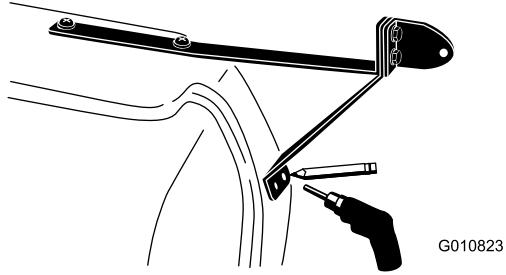

図 7
- 下側ブラケットを型紙として、車両側面の 2ヶ所に穴あけ直径 12.7 mmを行なう図 7。